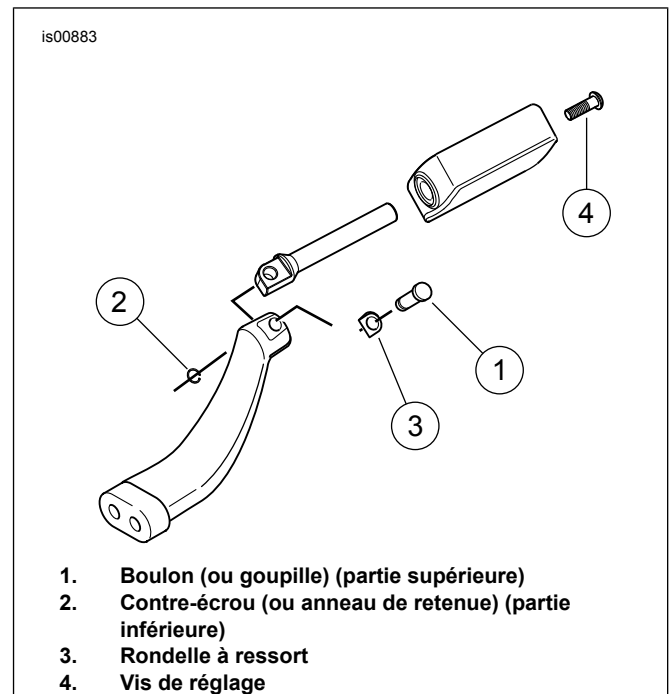
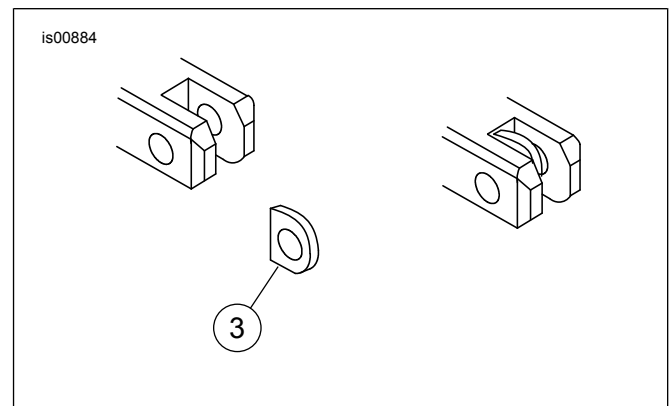

Figure 1. Dépose/pose des appui-pieds
Figure 2. Pose de rondelle à ressort d'appui-pied
Voir Figure 1, Figure 2 et Tableau 1
1. Voir Figure 1. Retirer les contre-écrous et les vis (sur certains modèles, une goupille (1) et un anneau de retenue (2) peuvent être posés) qui maintiennent en place les appui-pieds existants. Conserver toute la visserie pour la pose des nouveaux appui-pieds.
2. Déposer les appui-pieds existants, ainsi que les rondelles à ressort (3). Conserver les rondelles à ressort pour la pose ultérieure.
Lors de l'étape 3, s'assurer que la rondelle à ressort (3) est positionnée à l'intérieur du support d'appui-pied avec le bord carré orienté vers l'intérieur du support, comme indiqué sur Figure 2.
3. Voir Figure 2. Poser les nouveaux appui-pieds de la même façon que les anciens. Placer une rondelle à ressort (3), ainsi que l'extrémité de la monture d'appui-pied à l'intérieur des fentes des supports d'appui-pied.
4. Fixer chaque appui-pied et rondelle à ressort (3) avec la vis (4) et le contre-écrou (2) retirés précédemment. Serrer.
5. Voir Figure 1. Pour chaque appui-pied, desserrer la vis de réglage (4) dans le trou encastré jusqu'à ce que l'appui-pied puisse tourner. Positionner l'appui-pied de la façon souhaitée. Serrer.